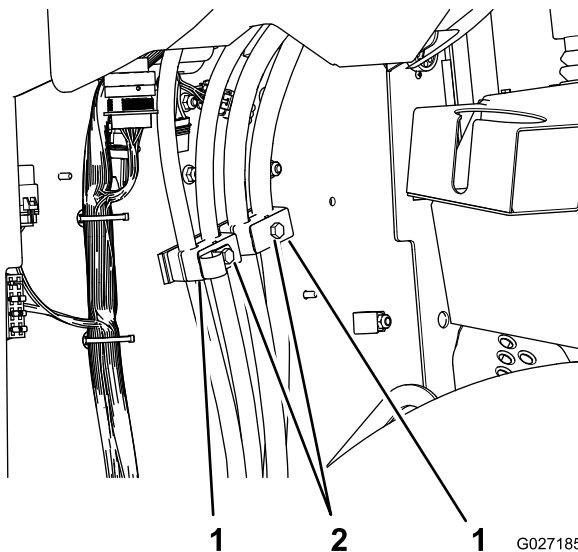

Figure 3
2. Desserrez les 2 boulons (5/16 x 1-3/4 po) et les 4 blocs de serrage qui fixent les flexibles de la valve de direction à la console (Figure 3).